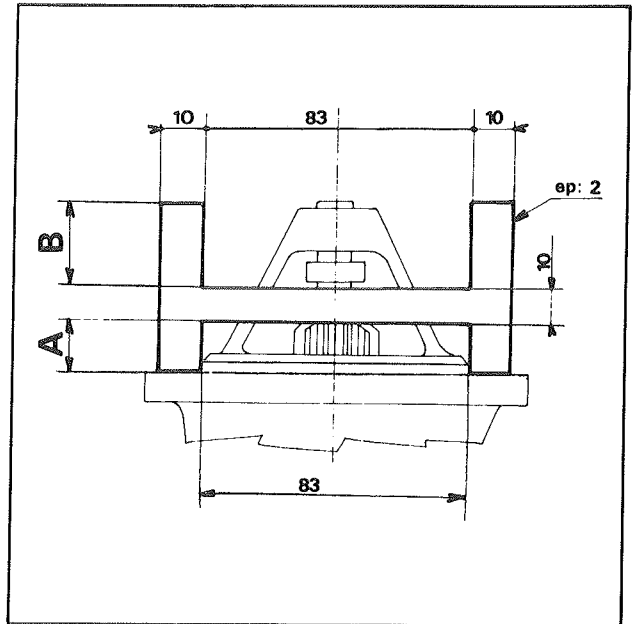

Fig. 2
- Contrôler à l'aide du gabarit (cote A) à réaliser selon les instructions de la fig. 2 la position repos du lanceur. La cote entre la face supérieure du pignon et la face d'appui du démarreur sur le carter d'embrayage ne doit pas excéder 14 mm pour éviter toute interférence entre la couronne et le pignon au repos.